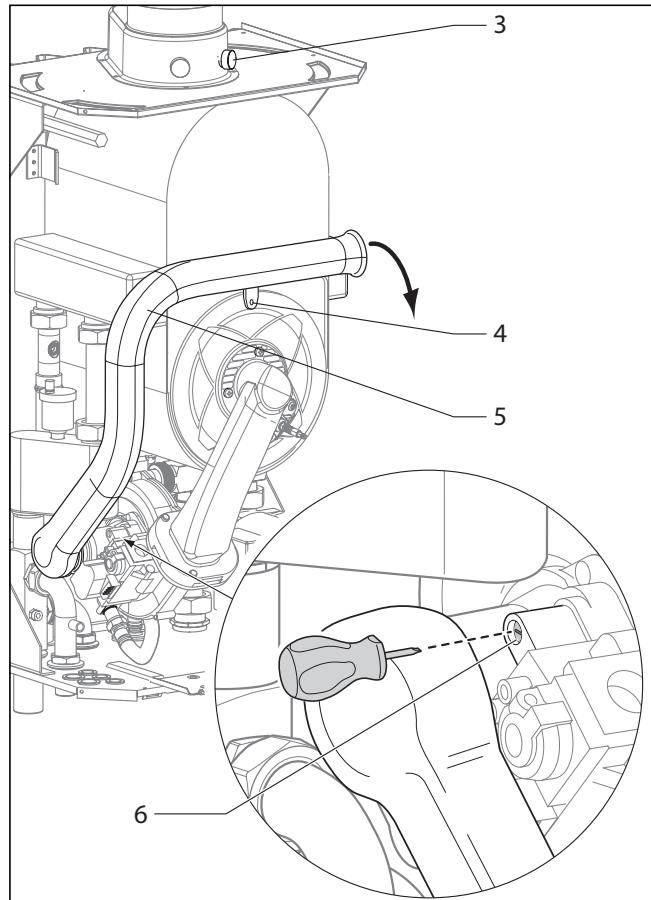

Fig. 5.4 Măsurarea CO₂, reglarea raportului stoechiometric aer furnizat / aer necesar (reglajul gazului)
- Măsurăți conținutul de CO₂ la ștuțul pentru verificarea gazelor arse (3) (fig. 5.4). Comparați valoarea măsurată cu valoarea corespunzătoare din tab. 5.2.
- Dacă este necesar un reglaj al valorii gazelor arse, slăbiți șurubul (4) și rabatați tubul de aspirare a aerului (5) cu 90° spre înainte.